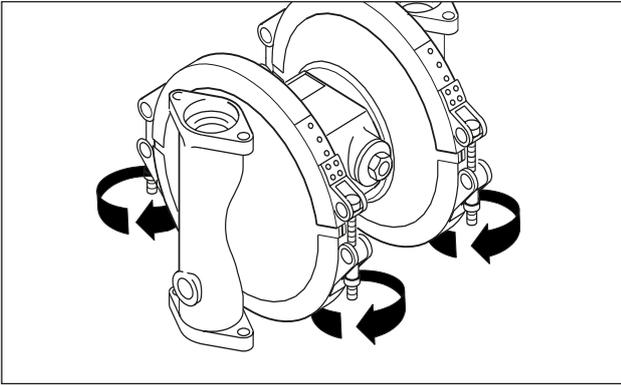

Fig. 10: Abrir las cintas de sujeción.
- Soltar las cintas de sujeción (para evitar que se atasquen las tuercas y pernos de acero inoxidable, aceitarlas en caso necesario) (Fig. 10). En las versiones de acero